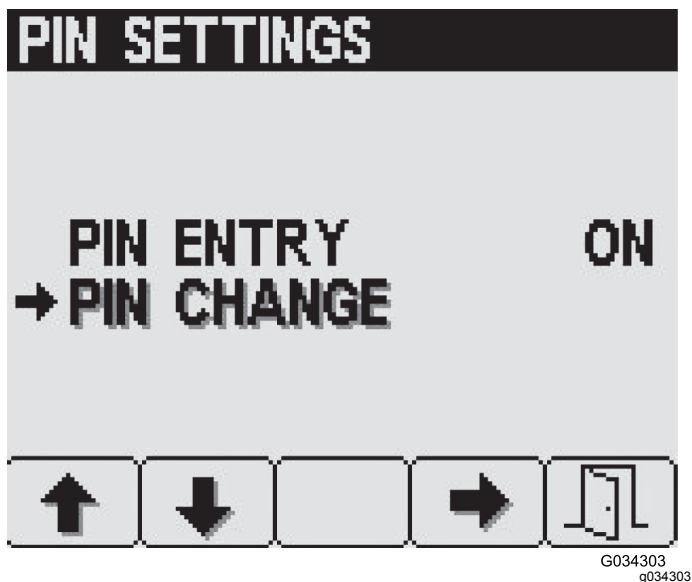

Bild 27
3. Drücken Sie auf den Bildschirm „PIN-Einstellungen“ die Taste 2, bis Sie „PIN change“ erreichen und drücken Sie Taste 4, um „PIN change“ auszuwählen (Bild 27).